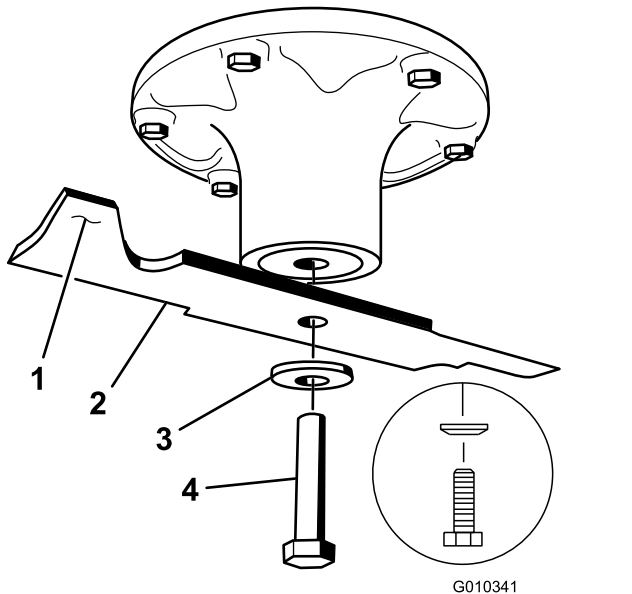

Figura 58
Sujete el extremo de la cuchilla usando un trapo o un guante grueso. Retire del eje el perno de la cuchilla, la arandela curva y la cuchilla (Figura 58).
- Rebaje algo de metal en la parte de la vela solamente con una lima (Figura 58).
- Instale la cuchilla en el eje (Figura 58).
- Instale la arandela de muelle y el perno de la cuchilla (Figura 58).